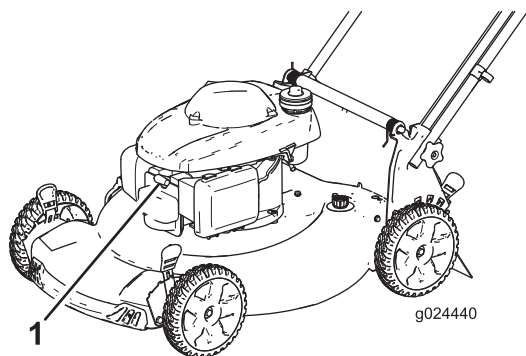

Figure 20
2. Débranchez la bougie (Figure 20) avant de procéder à un quelconque entretien.